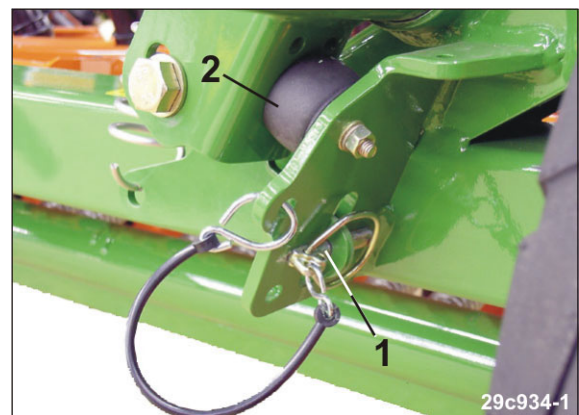

Рис. 173
- 4.1 Притисніть консоль маркера до гумового буфера (Рис. 173/2) і закріпіть шплінтом (Рис. 173/1).